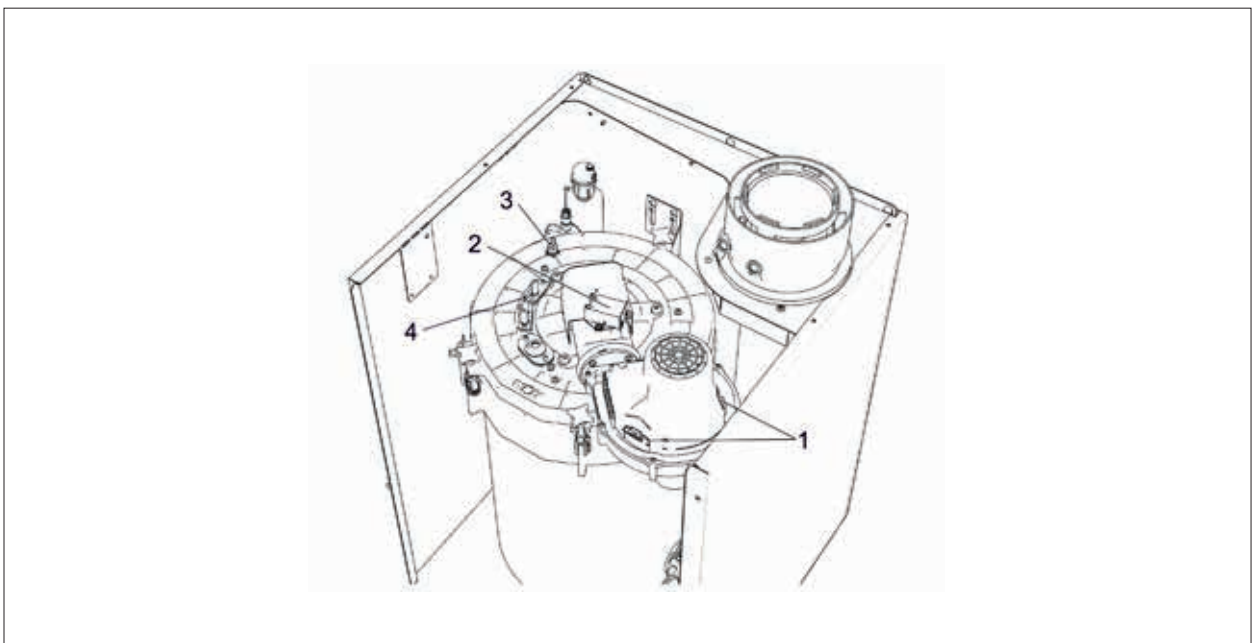

Abb. 5.5 Anschlusskabel Brenner lösen
- ▶ Stecker der Zünd- und Ionisationselektrode, STB und Gebläse anschließen, siehe Abb. 5.5.
- ▶ Brennkammerdeckel mit 3 Kreuzgriff-Schrauben (1) befestigen.